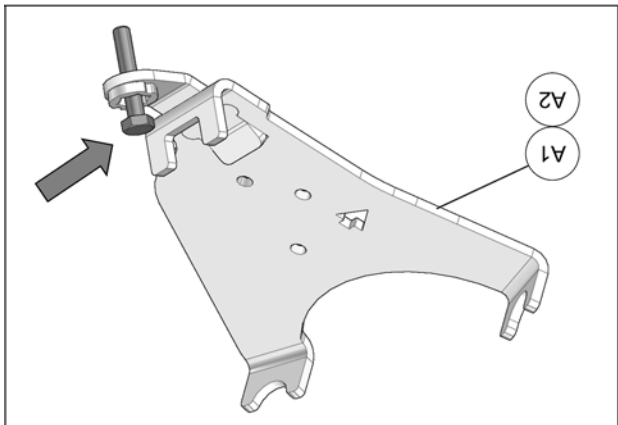

Fig. 19
9. Insérer un boulon à l'extrémité de chacun des ancrages de suspension avant (A1-A2). Fig. 19